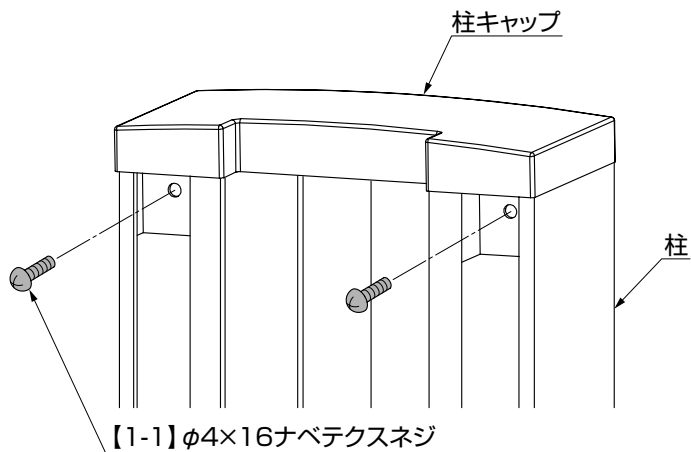

図7-1
- ①「アルシャイン 柱セット」に同梱の【1-1】にて、柱に柱キャップを固定してください。(図7-1参照)